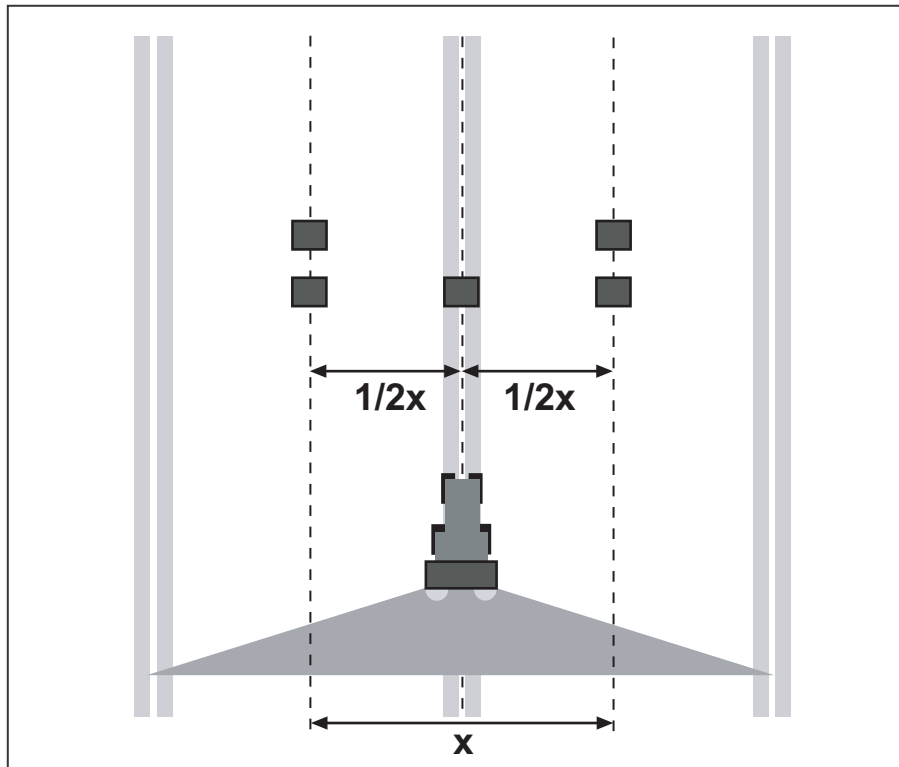

Bild 8.24: Aufstellung für eine Überfahrt
- Je zwei Auffangschalen im Abstand von **1 m** hintereinander in den Überlappungszonen (zwischen den Fahrgassen) und eine Auffangschale in der Fahrspur aufstellen (entsprechend Bild 8.24).